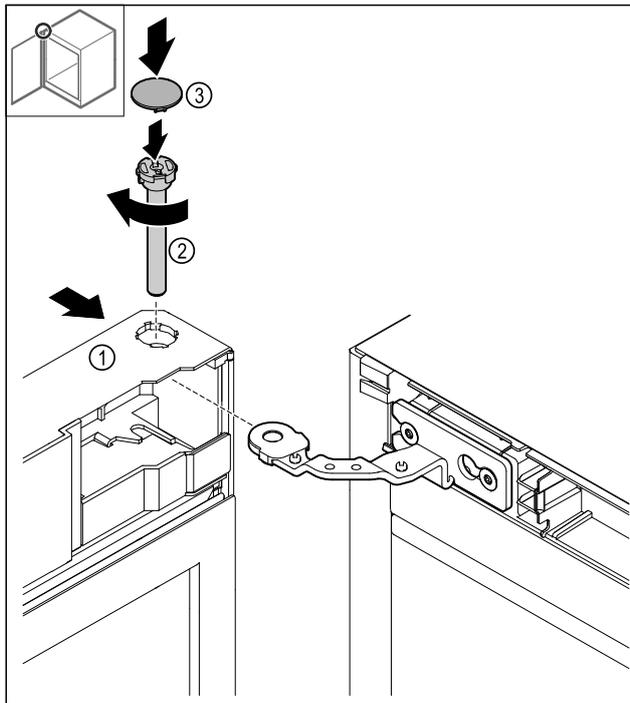

Fig. 44
- ▶ Tür Fig. 44 (1) oben auf das Scharnier schieben.
- ▶ Bolzen Fig. 44 (2) einstecken und im Uhrzeigersinn festdrehen.
- ▶ Abdeckung Fig. 44 (4) aufsetzen.